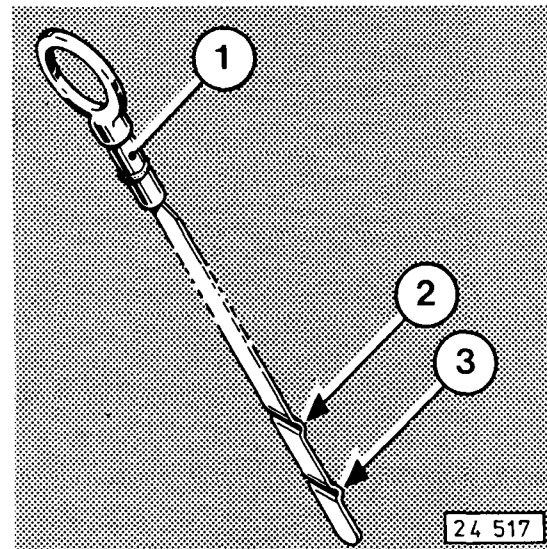

Fig. 33
- Ölmeßstab 1 (Fig. 33) ziehen,
Der Ölstand soll zwischen den beiden Markierungen 2 und 3 (Fig. 33) liegen. Liegt er nahe oder gar unter der Markierung 3, muß sofort Öl, möglichst bis zur oberen Markierung 2, nachgefüllt werden, um schwere Motorschäden zu vermeiden.